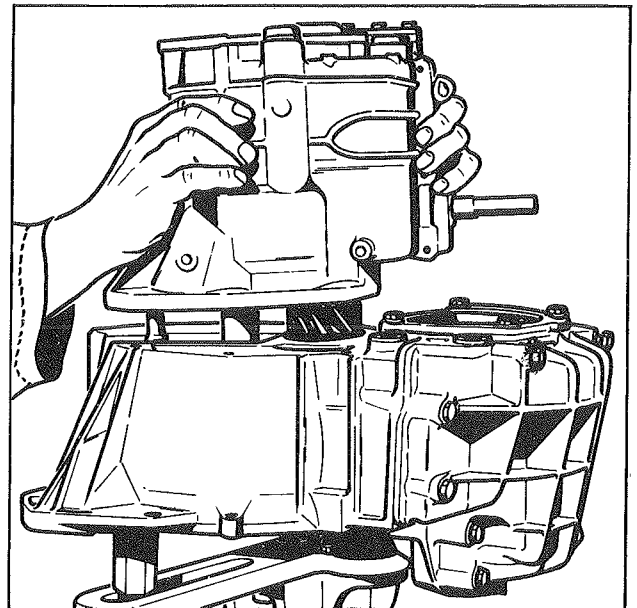

Fig. 11
- S'assurer que les plans de joint sont propres et exempts de bavures (fig. 11).